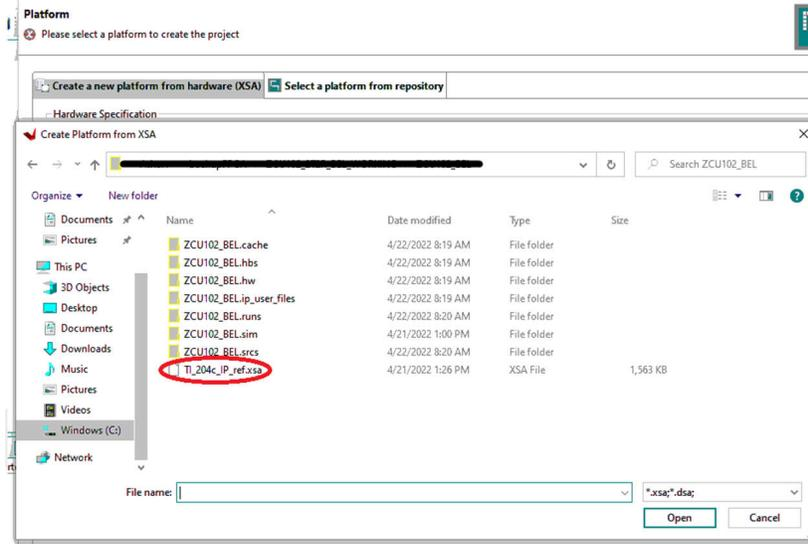

图 6-4. 选择平台
4. 从 FPGA 文件夹中浏览并选择与本文档共享的 .XSA 文件 (请参阅图 6-4) 。